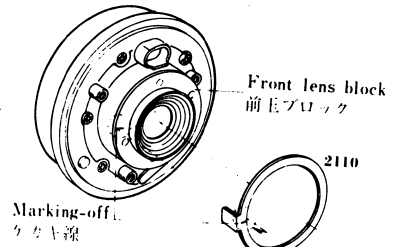

Fig. 27
4. Insert rear lens block to shutter base, then Insert 2129 to shutter base groove by special tool as illustrated in the Fig.27, 28.
4. 後玉をはめ込み，2129を専用治工具 (Code No. 168-2129-77) を使用して，シャッター溝に挿入する。Fig. 27, 28参照。